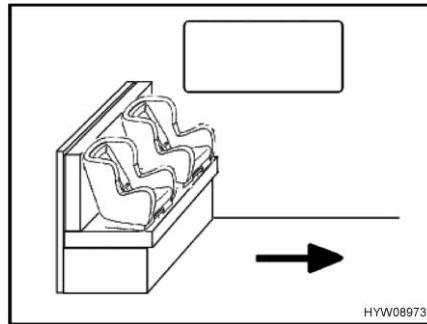
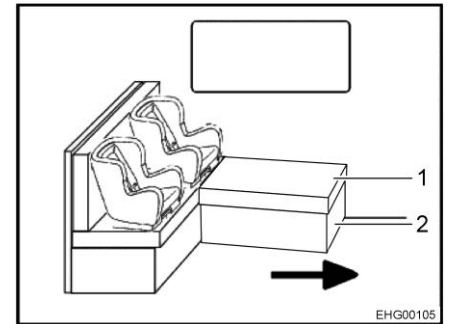

Fig. 26 Seggiolini per bambini sul sedile
Fig. 27 Seggiolini per bambini sul sedile a L
La freccia in Fig. 26 e Fig. 27 indica la direzione di marcia.
- Se necessario, rimuovere il cuscino (Fig. 27,1).
- Se necessario, chiudere la base cassapanca (Fig. 27,2).